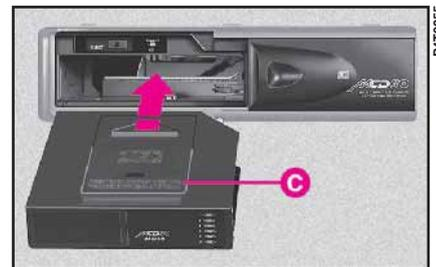

fig. 95
– inserire il caricatore C (fig. 95) nel lettore di Compact Disc con il lato della superficie etichettata (vedi freccia) rivolto verso l'alto;